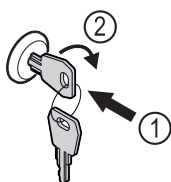

Fig. 86 Vejledende illustration
- Sæt nøglen i Fig. 86 (1).
- Drej nøglen 90° med uret Fig. 86 (2).